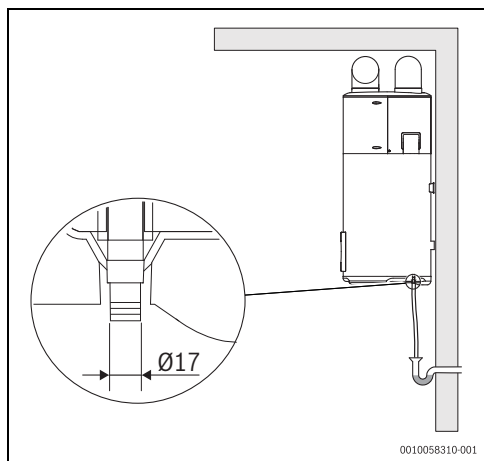

Fig. 21 Collegamento dello scarico condensa
- ▶ Collegare un tubo di scarico flessibile da Ø 17mm (Fig. 21).